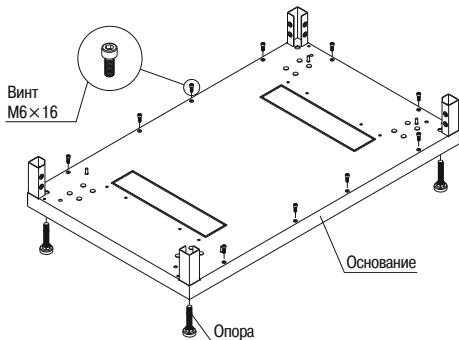

Рисунок 1 – Нижнее основание
3.1.1 Извлеките из первого места составные части изделия*. Установите на нижнее основание опоры и винты M5×16 (10 шт.) с цилиндрической головкой (рисунок 1).